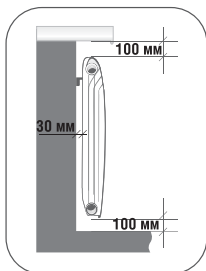

рис. 1
**1. Для максимальной теплоотдачи радиатора необходимо соблюдать расстояния, указанные на рис.1**